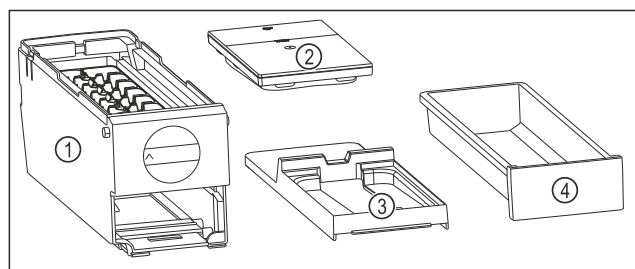

Fig. 133 Composants de l'EasyTwist-Ice
- ▷ L'EasyTwist-Ice est démonté en quatre parties. (voir Fig. 133)
- ▶ Ne démonter l'EasyTwist-Ice que de la manière illustrée. (voir Fig. 133)
- ▶ Nettoyer le corps de l'EasyTwist-Ice Fig. 133 (1) dans son ensemble.